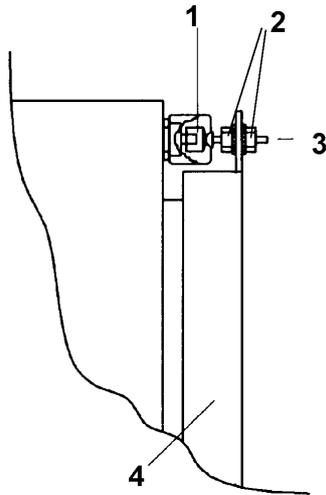

Bild 3: Türsicherheitsschaltung
<p>(4) Funktionstest ohne Strahlmittel (eventuell Transportbeschädigung).</p>	<ul style="list-style-type: none"> – Tür schließen. – Einschalten der Elektrik (grüner Taster). Beleuchtung muss einschalten und der Lüftermotor anlaufen. – Kontrolle, ob Motor in Pfeilrichtung dreht. Falls dies nicht der Fall ist, ist das Versorgernetz falsch gepolt. Umpolung durch zugelassenen Elektriker vornehmen lassen. – Ist die Elektrik eingeschaltet (grüner Taster), muss in regelmäßigen Abständen (Intervallzeit 40s) ein kurzer Luftschlag des Abreinigungsimpulses zu hören sein. – Strahldüse durch Handschuhe in die Hand nehmen und Fußpedal niedertreten. Dabei muss der Strahlprozess beginnen. – Bei niedertretenem Fußpedal öffnet eine 2. Person die Tür. Dabei muss der Strahlvorgang automatisch unterbrochen werden (Einstellung Türkontakt siehe Bild 3). – Der Strahlvorgang muss durch das Drücken des Not-Aus Schalters unterbrochen werden. – Wenn bei dieser Kontrolle keine Unregelmäßigkeiten festgestellt wurden, kann die Kabine mit Strahlmittel getestet werden. Ansonsten sind die Fehler nach Abschnitt 6 zu analysieren.